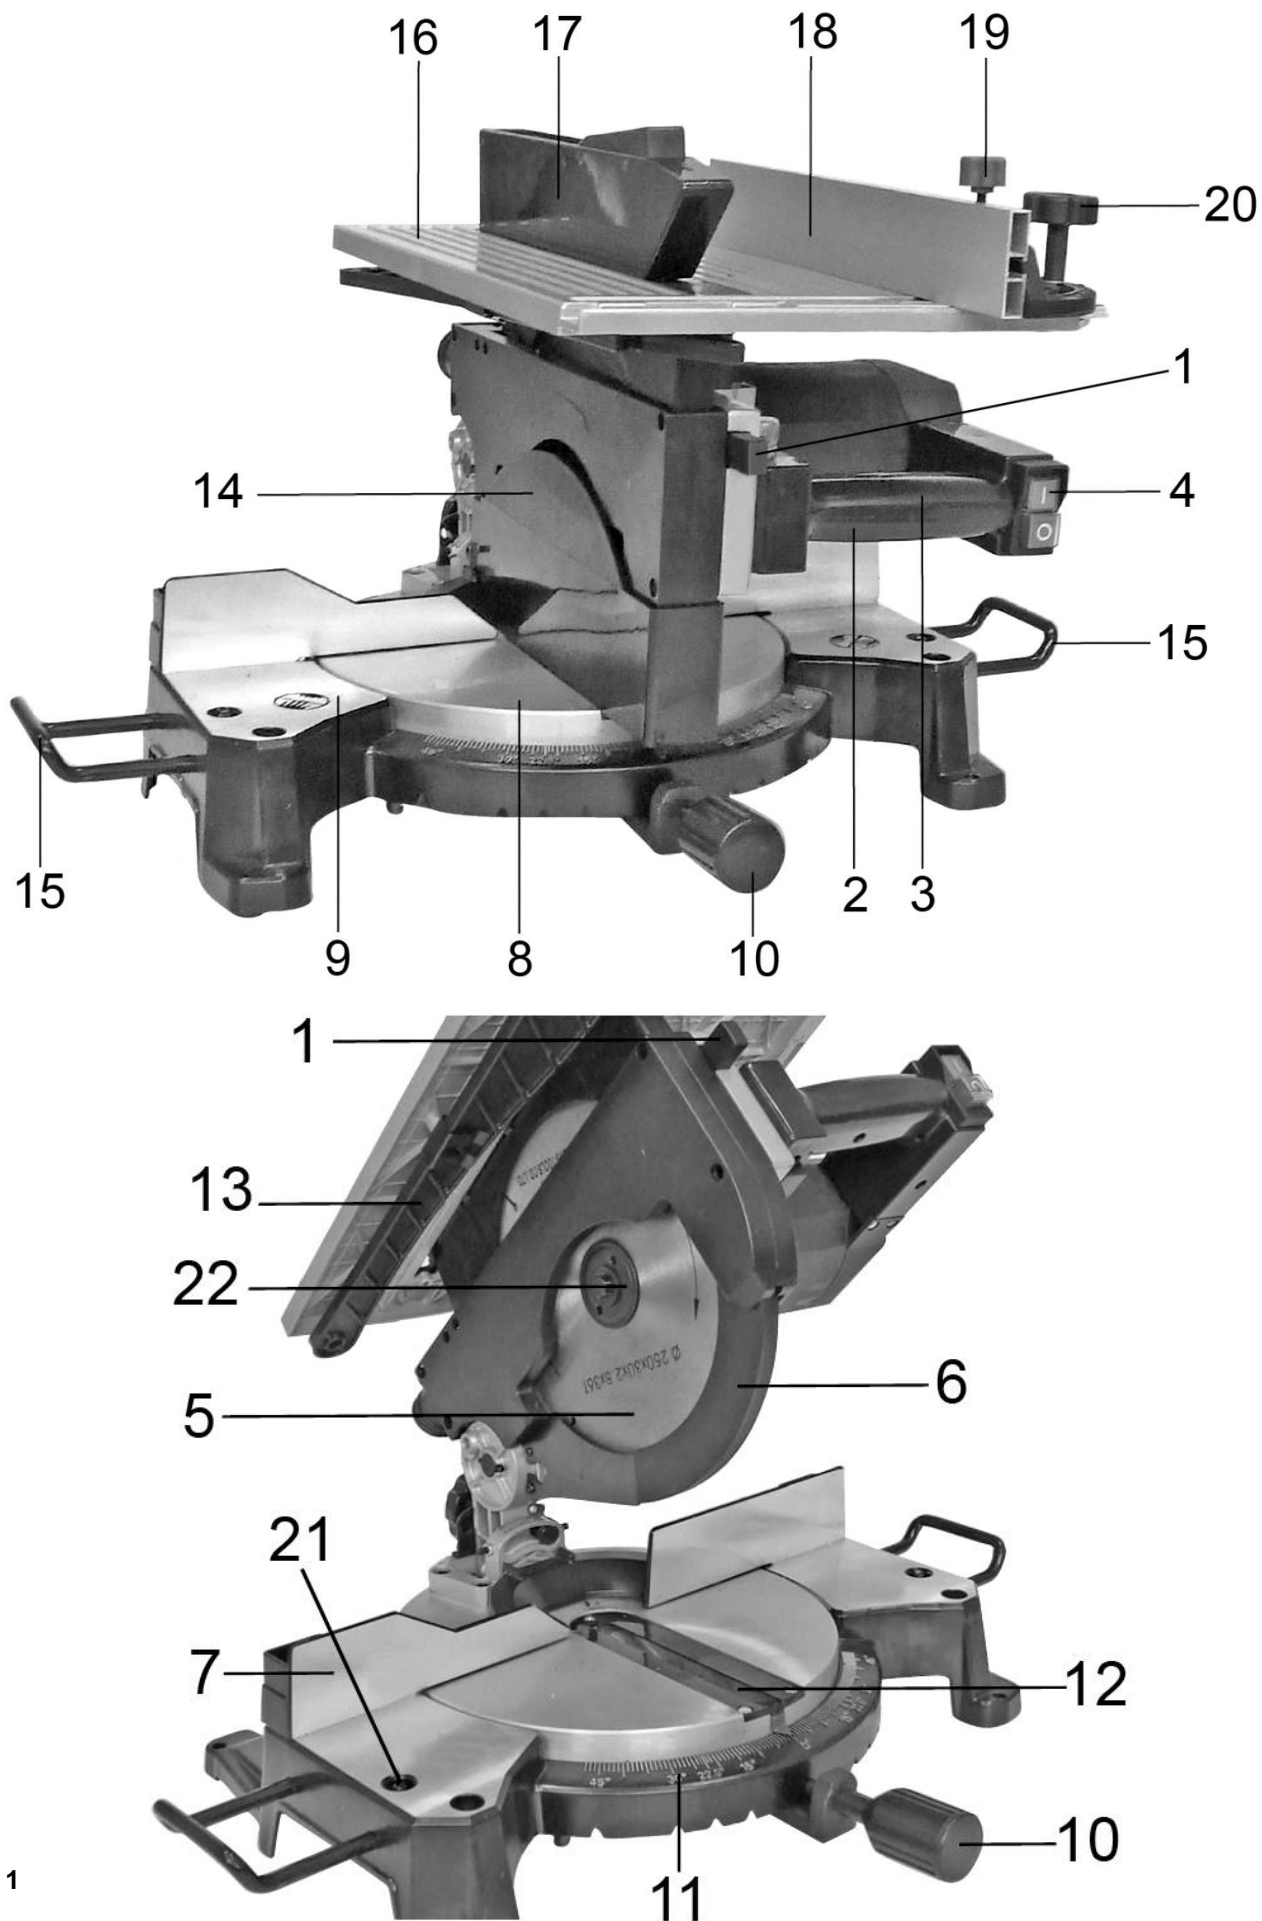
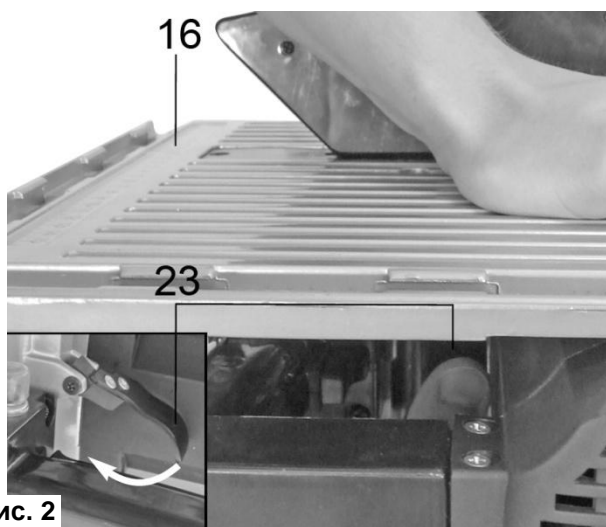
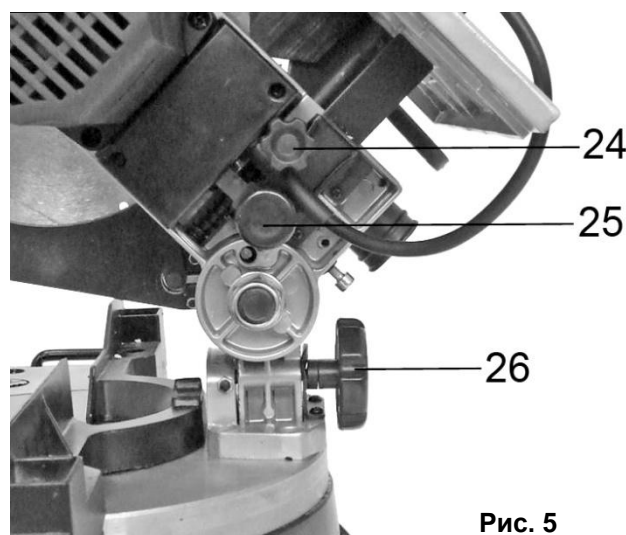

Рис. 1
Рис. 2
Рис. 5
- Для закрепления станина пилы (9)(См. Рис.1) имеет четыре отверстия. Через резьбовые отверстия закрепите основание к поверхности рабочего стола или верстака. Обязательно используйте при креплении плоскую и гровер-шайбу на каждый болт.
- Если размер заготовки от места распиливания до кромки ее конца превышает 50 см, то необходимо установить дополнительно выдвигаемые опоры (15)(См. Рис.1) в станину пилы.
- Вставьте в посадочные отверстия станины удлинители (15), зафиксируйте их положение винтами фиксации (21)(См. Рис.1).
- Для приведения пилы в верхнее положение отожмите рычаг фиксации (23) положения верхнего распиловочного стола (16)(См. Рис.2). Стол под воздействием пружины поднимется вверх, закрыв собой верхнюю кромку пильного диска.
- После этого, возьмите пилу одной рукой за рабочую рукоятку и слегка нажмите вниз, одновременно с этим другой рукой отожмите фиксатор (25) на себя, как показано на рисунке 3. Пила разблокируется и поднимется вверх.
- Возможно, потребуется немного ослабить винт фиксации наклона пилы (26), винт фиксации распиловочного стола (24)(См. Рис.5).
- Нажмите на кнопку-блокиратор (1)(См. Рис.1) и потяните пилу вниз. После зафиксируйте положение консоли пилы в сложенном состоянии, нажав на фиксатор (25)(См. Рис.5). Так же рекомендуется плотно затянуть соединение остальных винтов-фиксаторов.
- Пластиковый верхний защитный кожух (17)(См. Рис. 1; 6) служит для защиты пользователя от пильного диска при использовании пилы в качестве стационарного дискового распиловочного станка.
- Пластиковый верхний защитный кожух (17) устанавливается на стальном держателе - расклинивающем ноже, который обеспечивает развод распиленной заготовки в сторону и свободу вращения пильного диска.
- Приведите пилу в верхнее положение согласно инструкции. При приведении торцовочной пилы в верхнее рабочее положение сетевой выключатель (4)(См. Рис.1) блокируется.
- Рукоятка пилы (3) с внутренней стороны имеет специальную пусковую клавишу (2). В верхнем рабочем положении именно выключатель (2)(См. Рис.1) отвечает за включение / выключение пилы.
- Перед нажатием клавиши пускового выключателя (2), расположенной на рабочей рукоятке (3)(См. Рис.1), убедитесь, что пильному диску ничего не мешает, и он имеет свободное вращение.
- **Для включения пилы** нажмите на пусковую клавишу (2)(См. Рис.1). Подождите, пока пильный диск наберет максимальное количество оборотов.
- После этого нажмите на клавишу-блокиратор (1) и потяните консоль пилы за рукоятку (3)(См. Рис.1) на заготовку вниз, пока пильный диск не совершит необходимый пропил.
- **Для выключения пилы** – отпустите клавишу выключателя (2) и верните консоль пилы в исходное верхнее положение.
- Приведите пилу в нижнее положение согласно инструкции. При складывании торцовочной пилы в нижнее рабочее положение сетевой выключатель (2), расположенной на рабочей рукоятке (3) (См. Рис.1) блокируется.
- В нижнем рабочем положении кнопочный двухпозиционный сетевой выключатель (4) (См. Рис.1) отвечает за включение / выключение пилы.
- **Для включения пилы** нажмите на зеленую пусковую кнопку (4) (См. Рис.1). Приведите ее положение «1» (ВКЛ / ON). Подождите, пока пильный диск наберет максимальное количество оборотов.
- **Для выключения пилы** – нажмите на красную выключателя (4). Приведите ее положение «0» (ВЫКЛ / OFF).
- Для изменения глубины пиления требуется отрегулировать высоту верхнего распиловочного стола (16) (См. Рис.1; 8)
- Для изменения положения стола отожмите рукоятку фиксации (23) (См. Рис.2). Под воздействием пружины стол поднимется в верхнее положение.
- Для фиксации положения стола – закрепите пружинный фиксатор (23) (См. Рис.2) нажав на него.
- Для изменения угла наклона пилы, удерживая пилу за рукоятку в верхнем положении, ослабьте установку винта фиксации наклона пилы (26) (См. Рис.5).
- Закрепите выбранное положение пилы, затянув винт фиксации наклона пилы (26)(См. Рис.5).